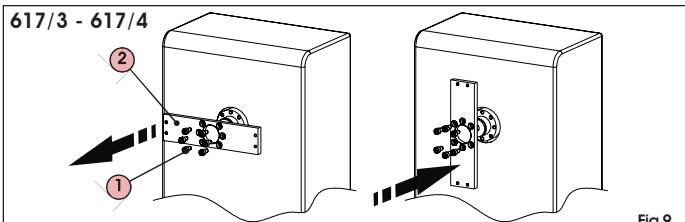

Fig.9
- Quite los tornillos que fijan el plato porta-barra, ref.1 fig.9 y 10.
- Giren el plato porta-barra, ref.2 fig.9 y 10, de 90°